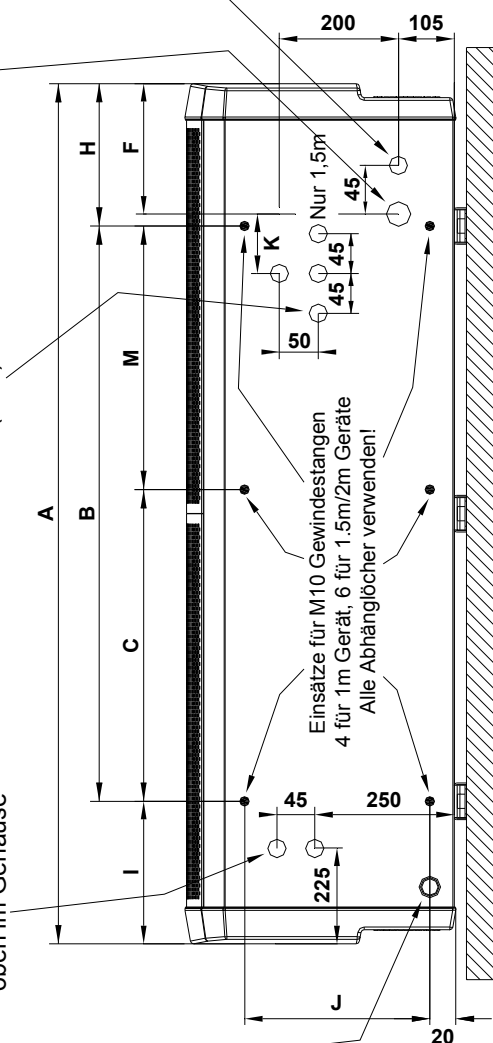

ABBILDUNG 2 - ABMESSUNGEN DES HP WÄRMEPUMPEN-LUFTVORHANGS
Kondensatauffangwanne im Luftvorhang ablaufen. Wenn aus optischen Gründen Schwerkraft zur Abfuhr des Kondensats ungeeignet ist, muss eine Kondensatpumpe vom Installateur bereitgestellt und installiert werden. Die Kondensatpumpe kann innen rechts im Luftvorhang oder an einer entfernten Stelle außerhalb des Luftvorhangs untergebracht werden, sollte dies erforderlich sein. Sie muss eine ausreichende Leistung haben (siehe Seite 19), selbstansaugend sein und einen geeigneten Saugkopf haben, sodass die Pumpe das Kondensat aus dem Luftvorhang heben kann, insbesondere, wenn sie sich an einem entfernten Ort befindet. An der rechten Seite befinden sich zwei Löcher für die Durchführung der Kondensat-Abfuhrverrohrung im Gehäuse des Luftvorhangs (siehe Abbildung 2, Seite 11). Geeignete Kondensatpumpen sind Peristaltik- oder Rotations-Membranpumpen. Wir empfehlen die Blue Diamond Rotations-Membranpumpen mit Kühlsignalsteuerung (drainStik) von Charles Austen Pumps Ltd. (www.miniblue.co.uk).
Schritt 1. Löcher gemäß Abb. 2, Seite 11 der Installationsanweisung in die Wand bohren.
In der Gehäuseoberseite befinden sich M10 Gewindeeinätze (Positionen siehe Abbildung 2, Seite 11), so dass das Gerät mit M10 Gewindestangen (nicht mitgeliefert) abgehängt werden kann. Alle Abhängpunkte müssen zum Abhängen verwendet werden. Die Gewindestangen müssen an einem für das Gerätegewicht geeigneten Tragwerk (siehe Tabelle oben)* befestigt werden. Drehen Sie die Gewindestangen mindestens 20mm ein und sichern Sie sie mit Kontermuttern (nicht enthalten), sodass sich das Gerät nicht losrütteln kann. Drehen Sie die Gewindestangen nicht zu weit ein, da sie ansonsten interne Komponenten behindern können.
Die Kältemittel-Verrohrung zum Luftvorhang muss mit Lötverbindungen ausgeführt werden. Diese Arbeiten müssen in professioneller und sicherer Art und Weise durchgeführt werden. Wenn die Verrohrungsgröße von Druck- und Flüssigkeitsleitungen nicht den Anschlüssen des Luftvorhangs entspricht (siehe Abbildung 2, Seite 11), müssen geeignete Reduzierstücke zum Anschluss benutzt werden. R410A Kältemittelsysteme können bei Drücken von ca. 42bar betrieben werden. Die Lötverbindungen können sich durchaus in öffentlich zugänglichen Bereichen befinden und alle Schwachstellen können zu Explosionen führen, was äußerst gefährlich ist.
- Eine 25mm Kabel- oder Schlauchverschraubung muss am Eintritt in den Luftvorhang verwendet werden. Siehe Abbildung 2, Seite 11, die zeigt, wo die Anschlusskabel ins Gerät eintreten.
Der Luftvorhang ist mit einer Kondensatauffangwanne mit einem 15mm Kupfer-Ablaufrohr auf der rechten Seite des Luftvorhangs ausgestattet. Ein geeigneter Kondensatschlauch kann an das Rohr angeschlossen (siehe Bild) und durch das 20mm Loch auf der Rückseite des Geräts (siehe Abbildung 2, Seite 11) geführt werden, sodass das Kondensat ablaufen kann. Auf der Rückseite des Luftvorhangs muss dann ein Weg zur Entsorgung des Kondensats geboten werden.
An der rechten Seite des Luftvorhangs ist im Gehäuse ausreichend Platz zur Installation der Kondensatpumpe vorhanden. Eine permanente 1-phasige 230V AC Spannungsversorgung für die Pumpe wird im Luftvorhang an den Klemmen der DIN-Schiene geboten. Siehe Schaltpläne 1 & 2 auf Seiten 16 und 17. Im Gehäuse des Luftvorhangs befinden sich zwei 20mm Löcher zur Abfuhr des Kondensats, eins oben und eins niedriger hinten im Gerät. Beide sind mit Gummistopfen verschlossen (siehe Abbildung 2, Seite 11). Diese können zur Durchführung eines Schlauches von der Kondensatpumpe zu einem abgelegenen Kondensatablauf benutzt werden.